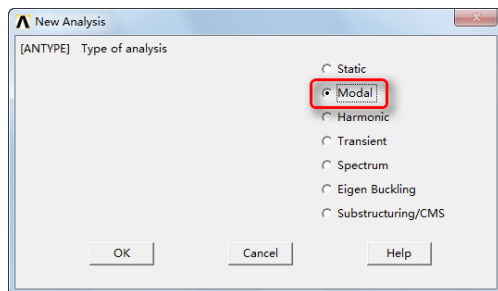

图 14-26 定义分析类型为模态分析
①定义求解类型：Main Menu > Solution > Analysis Type > New Analysis。“New Analysis”对话框出现，选中“Modal”，如图 14-26 所示，单击“OK”按钮。